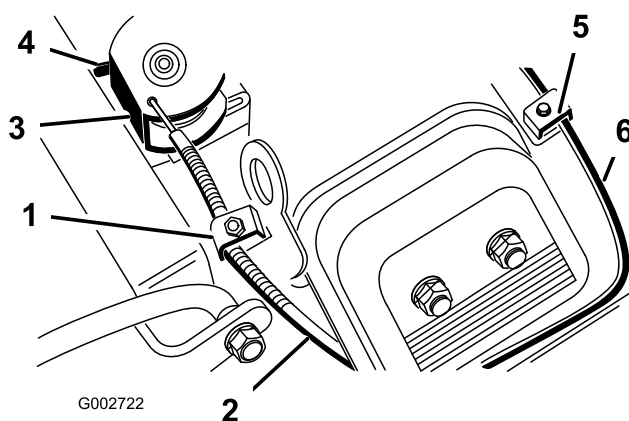

Figura 36
2. Afloje el tornillo de la abrazadera que fija el cable al motor (Figura 36).
4. Tire firmemente del cable del acelerador hasta que la parte trasera del pivote entre en contacto con el tope (Figura 36).
4. Tire firmemente del cable del estarter (Figura 36) hasta que la palomilla esté cerrada del todo, luego apriete el tornillo de la abrazadera.